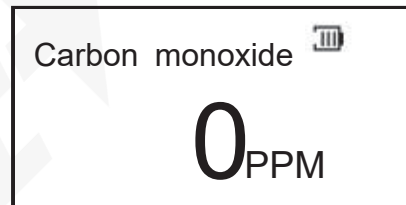

Fig.7
4.2 État normal de détection et d'alarme Si le détecteur ne détecte pas de gaz dont la concentration dépasse la valeur d'alarme basse, l'écran affiche normalement la valeur de détection actuelle du gaz. Par exemple, le monoxyde de carbone est représenté sur la figure 7.